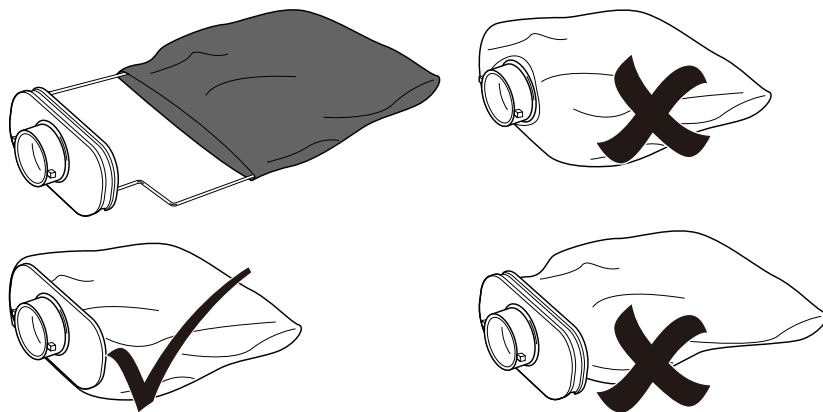

Fig. 18
- > Vuelva a colocar la bolsa de recogida del polvo (8a) en el conector (8c) (Fig. 18) y coloque de nuevo el conjunto en el producto.